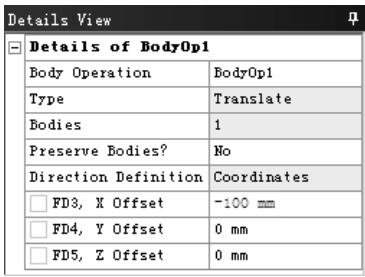

图 3.4.17 “Details View” 对话框
- 步骤 02** 选择命令。选择 **Create** ➔ **Body Operation** 命令，弹出图 3.4.17 所示的 “Details View” 对话框。